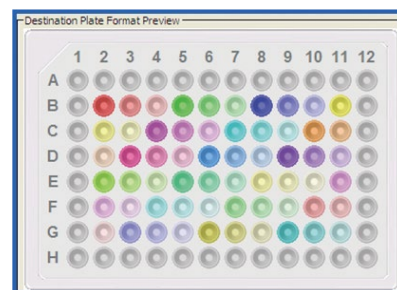

図 2: ヒットピックウィザード
- **ヒットピックウィザード**: ヒットピッキングや希釈系列の作成等、複雑になりがちなプロトコルをウィザードを活用して簡単に作成することができます。(図 2)